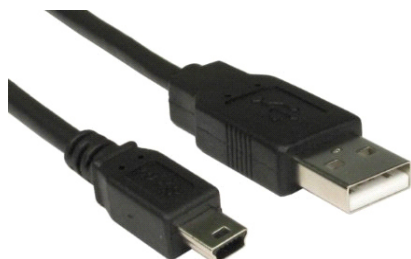

Рисунок 2.2 – Вид разъёмов на кабеле UDB 2.0 «USB A – mini-USB B»
1. Подключите ПЛК к ПК кабелем UDB 2.0 «**USB A - mini-USB B**» (рисунок 2.2) длиной не более 1,8 м и включите питание ПЛК. После инициализации ПЛК и обнаружения нового USB устройства (около 30 с), ОС **Windows** будет выполнять поиск подходящего драйвера **RNDIS** и его установку в автоматическом режиме.